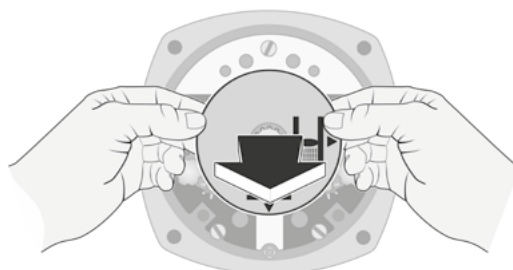

Bild 2: Dra av lägesvisaren
2. Dra av lägesvisaren med båda händerna (bild 2).